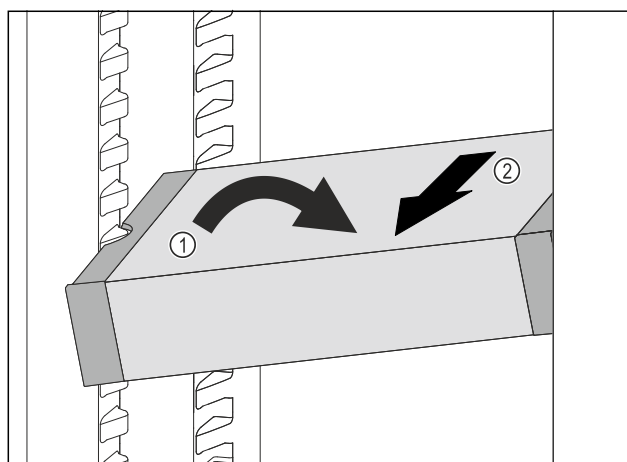

Fig. 103
- Stil VarioSafe på skrå ind i kølesektionen. Fig. 103 (1)
- Tag VarioSafe ud fremefter. Fig. 103 (2)